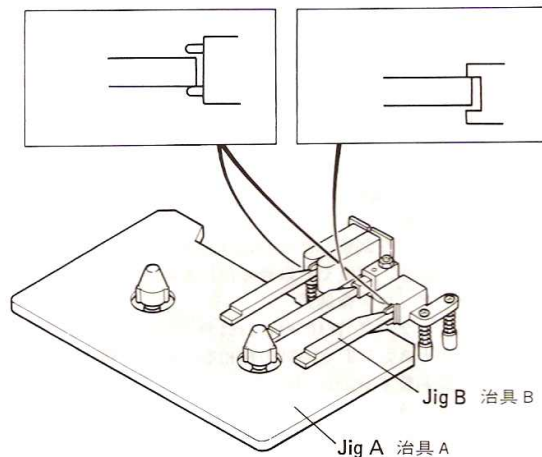

Fig. 4-4
1. Set jigs A and B as shown in Fig. 4-4, and put the deck into Play mode.
- 1). ヘッド調整治具A, Bを図4-4の様にセットしプレイ・モードにする。